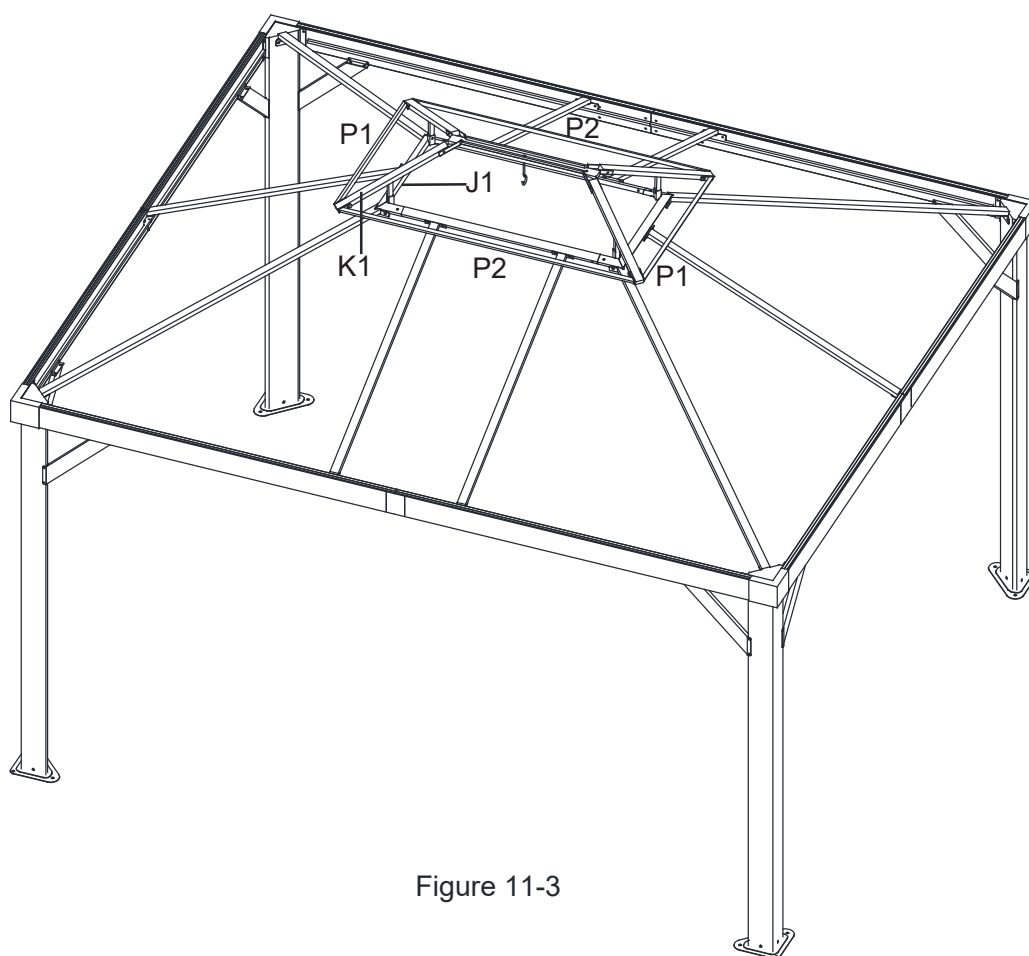

Figure 11-3
11.2. Attacher les côtés du cadre de l'évent de toit en reliant le côté court (P1) et le côté long (P2) au support d'angle de l'évent de toit (K1) à l'aide des boulons (AA) et des rondelles (AA-1). Voir la figure 11-3.
11.3. Répéter l'opération pour tous les côtés. Serrez tous les boulons. Voir la figure 11-3.